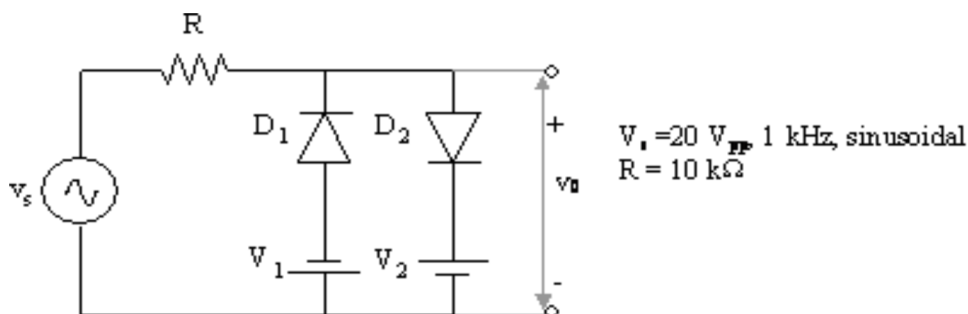

Figura 3. Limitador.
2. Realizar un circuito limitador, tal y como muestra la figura 3, de modo que una tensión sinusoidal de 20 V pp y de frecuencia 1 kHz, quede cortada a 5 V en la tensión positiva y a -7 V en la negativa.